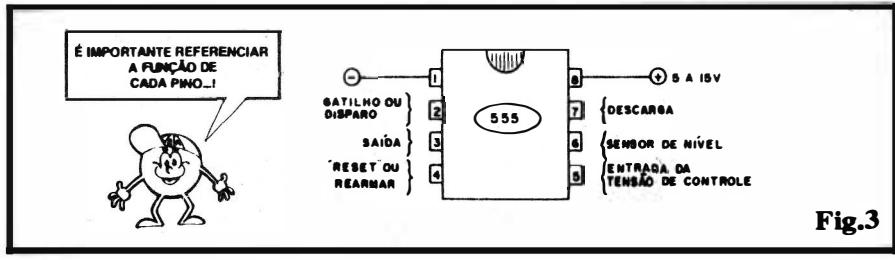

Fig.3
- FIG. 3 - PINAGEM E FUNÇÕES
MONOESTÁVEL (temporizador) de precisão. O primeiro requisito é que os pinos 8 e 1 estejam recebendo a conveniente alimentação (sempre entre 5 e 15V). O pino 5 (Entrada da Tensão de Controle externa), na maioria dos casos, não precisa ser usado... O principal pino de comando - 2 - responsável pelo gatilhamento do MONOESTÁVEL, deve ficar, em repouso, **positivado** através de um resistor (R1), cujo valor típico situa-se entre 10K e 100K... Observem, no arranjo, que uma breve pressão sobre o **push-button** PB1 permite aplicar um pulso **negativo** ao pino de disparo, com toda facilidade e simplicidade, com o que será dado início ao período da Temporização. Os pinos 6 e 7 (respectivamente - vejam figs. 3 e 4) responsáveis pelo "sensor de nível" e "descarga do capacitor externo" são juntados, e a eles são ligados os (importantes) componentes externos responsáveis pelo "tamanho" da Temporização", ou seja: o Resistor RT (ao positivo da alimentação) e o Capacitor CT (ao negativo...). Observem que o pino 4 (reset), de modo a não interferir com o processo da Temporização, deve permanecer em repouso, positivado (ligado à linha do positivo da alimentação). A saída de Temporização é recolhida, então, no pino 3...